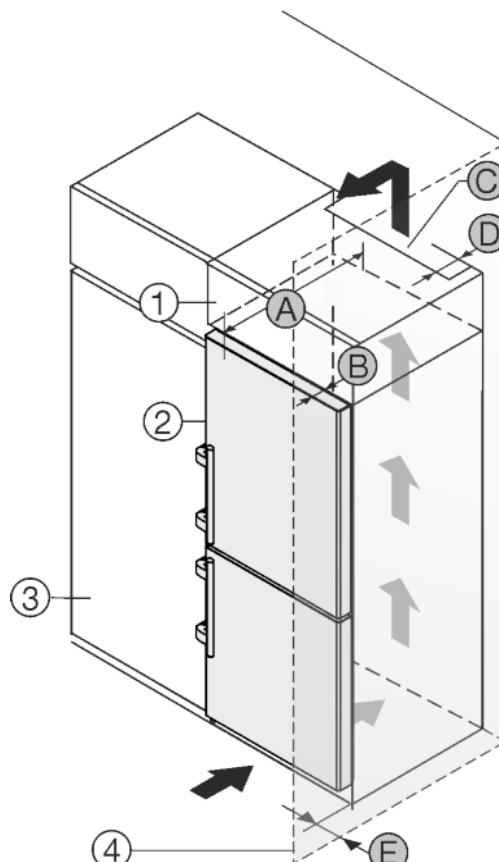

Fig. 46
Устройство может быть окружено кухонными шкафами. Чтобы уравнять устройство Fig. 46 (2) по высоте с кухонной стенкой, можно установить над устройством дополнительный шкафчик Fig. 46 (1).
Установить устройство можно непосредственно рядом с кухонным шкафом Fig. 46 (3). Чтобы можно было полностью открыть двери, устройство должно выступать на глубину Fig. 46 (B) относительно передней стенки кухонного шкафа. В зависимости от глубины кухонных шкафов и использования пристенных распорок устройство может выступать и больше.
- На задней стенке дополнительного шкафчика должен быть вентиляционный канал с глубиной Fig. 46 (D) по всей ширине этого шкафа.
- Нужно соблюдать вентиляционное отверстие Fig. 46 (C) под нижней панелью.
Если устройство установлено на шарнирах у стены Fig. 46 (4), то нужно соблюдать расстояние Fig. 46 (E) между устройством и стеной. Настолько выступает ручка при открытой дверце.